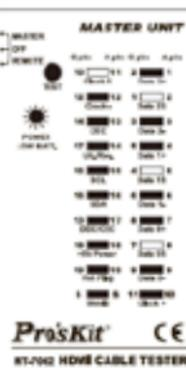

Fig. 7. Abierto
- **Abierto:** los LED de las clavijas no conectadas de la unidad principal y de la unidad a distancia están apagados. (Fig. 7)
- **Abierto:** los LED de tanto la unidad principal como de la unidad a distancia están apagados cuando escanean clavijas no conectadas, el resto de LED se encienden en secuencia. Ejemplo: comprobación de un cable HDMI (tipo A) a HDMI (tipo A) en el que las clavijas 2, 5, 8 y 11 no están conectadas, o comprobación de un cable HDMI (tipo A) a un cable Mini HDMI (tipo C) en el que la clavija 1, 4, 7 y 10 no están conectadas, o comprobación de un cable Mini HDMI (tipo C) a un cable Mini HDMI (tipo C) en el que las clavijas 1, 4, 7 y 10 ni están conectadas. (Fig. 7).